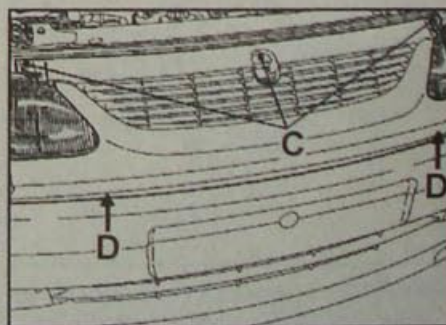

Рис. 15.23. Расположение болтов (C и D) крепления облицовки радиатора
- Выверните болты (C и D, рис. 15.23) и снимите облицовку радиатора.